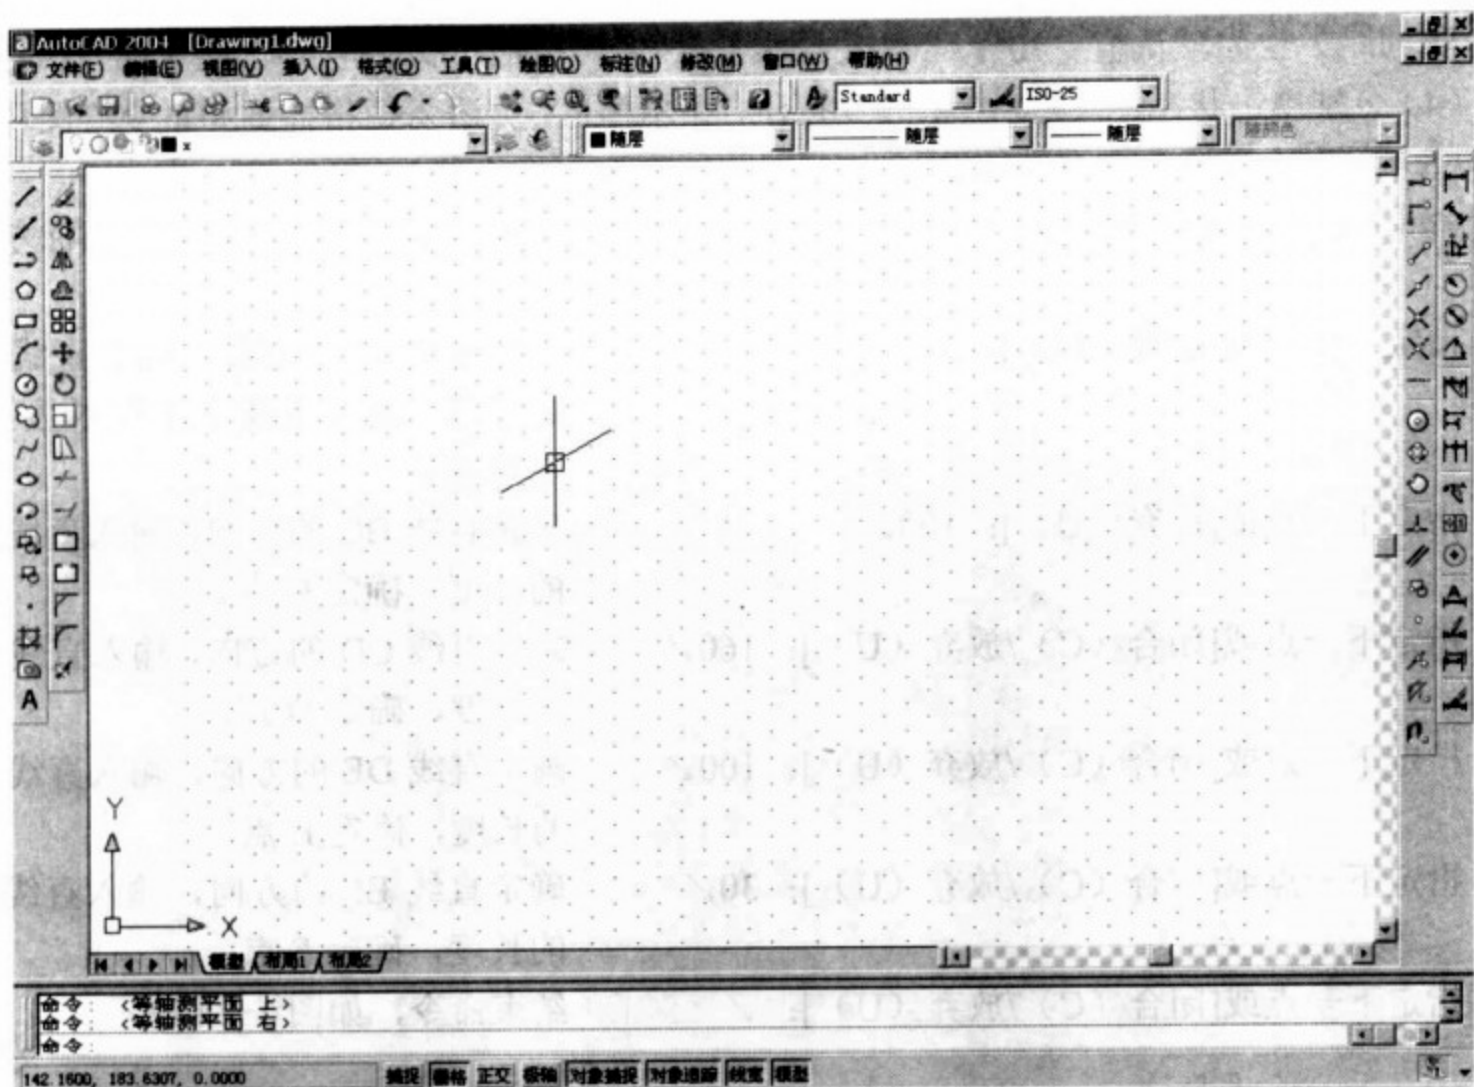

图 1-32 等轴测环境
(3) 单击 **确定** 按钮，完成设置，如图 1-32 所示。